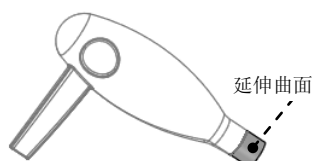
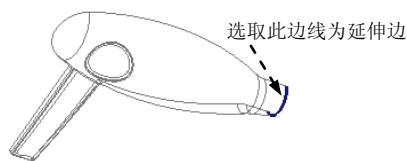

图 8.12 创建延伸曲面 1
图 8.13 选取延伸边
Step5. 创建图 8.12 所示的延伸曲面 1。
(1) 遮蔽参考件。在模型树中右击 **BLOWER MOLD REF.PRT**，从系统弹出的快捷菜单中选择 **遮蔽** 命令。
(2) 选取图 8.13 所示的边线为延伸边。
(3) 单击 **分型面** 功能选项卡 **编辑** ▾ 区域的 **延伸** 按钮，此时出现 **延伸** 操控板。
(4) 将坯料取消遮蔽。
(5) 选取延伸的终止面。